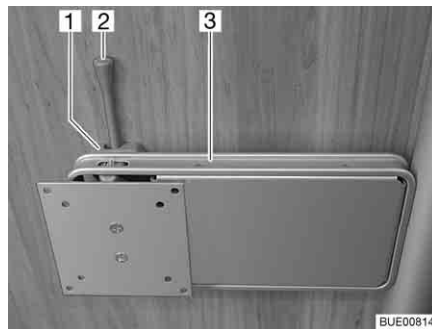

Fig. 63 Suporte em coluna
- Empurre a alavanca de destravar (Fig. 63,2) para o lado e rode o suporte (Fig. 63,3) com o ecrã plano para a posição pretendida.
- Rode o ecrã plano para trás, até o suporte (Fig. 63,3) encaixar no dispositivo de bloqueio (Fig. 63,1).